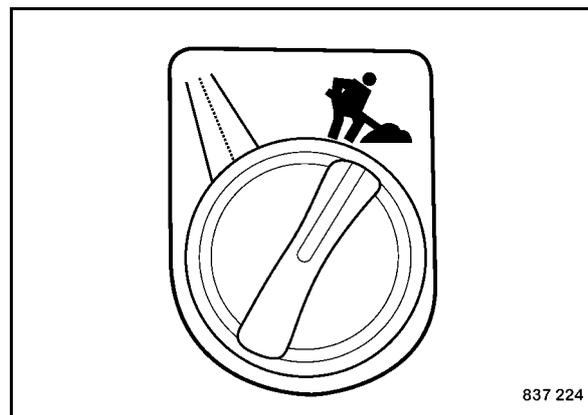

Fig. 102
- Porre il selettore tipo di funzionamento (Fig. 102) in posizione "Lavoro".